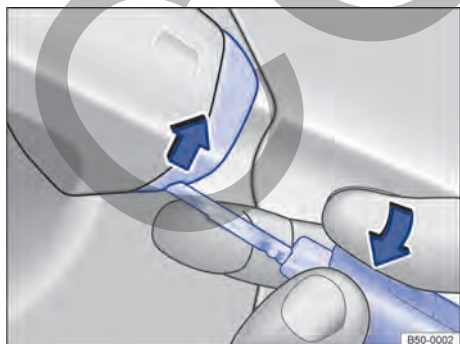

Fig. 61 Manilla de la puerta del conductor: desprender la caperuza haciendo palanca.
- Desprenda la caperuza haciendo palanca con la llave en el sentido de la flecha → fig. 61.